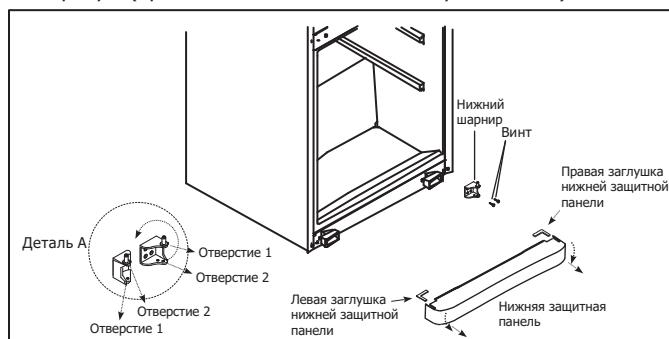

Рисунок 3.
**3** - Снимите нижнюю защитную панель, потянув ее вниз и на себя. Снимите нижний шарнир, открутив винты, фиксирующие его (Рис. 3). Отвинтите шпильку шарнира из Отверстия 1, поверните шарнир на 180° и закрутите шпильку в Отверстие 2(См. дет.А). Затем закрепите шарнир на нижней левой стороне холодильника. Снимите левую заглушку нижней защитной панели и установите правую (прилагается в комплекте с документацией).